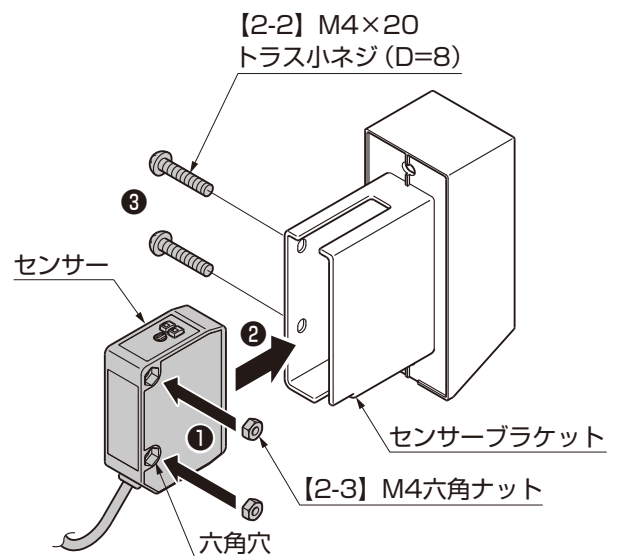

図5-4 センサー側
- ②センサーの六角穴に【2-3】を挿入してください。(図5-4参照)
- ③センサーをセンサーブラケットに挿入し【2-2】で組付けてください。(図5-4参照)